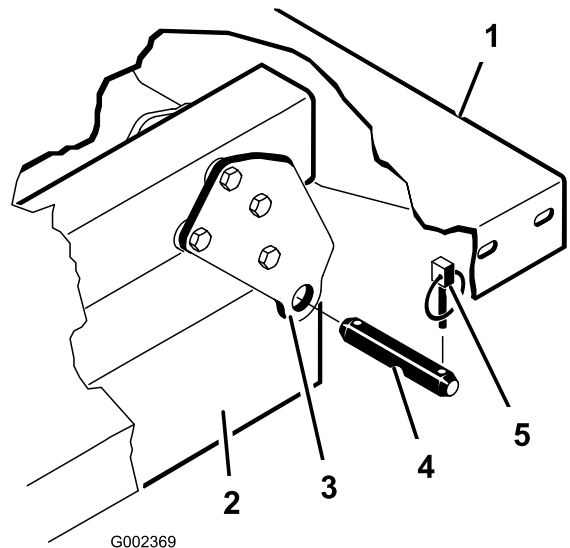

Bild 34
5. Nehmen Sie die Klappstecker und die Lastösenbolzen ab, mit denen die Schwenkhalterungen an den Rahmenkanälen befestigt sind (Bild 34).
Hinweis: Achten Sie darauf, dass die Schwenkplatten am Ladepritschenrahmen bzw. -kanal so festgeschraubt sind, dass das untere Ende nach hinten abgewinkelt ist (Bild 34).